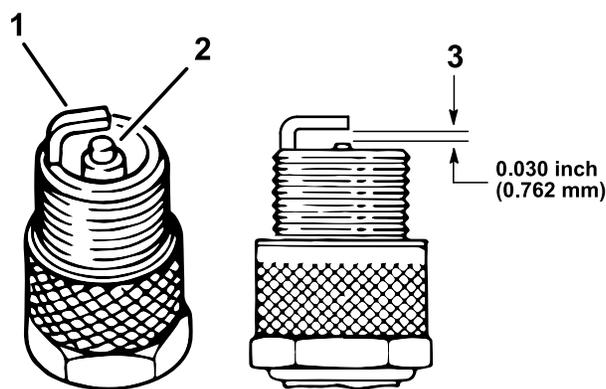

図 38
4. 電極 (側面と中央) と碍子の状態を点検する(図 38)。
5. 図 38のように、電極間のエアギャップを 0.762 mm に調整する。